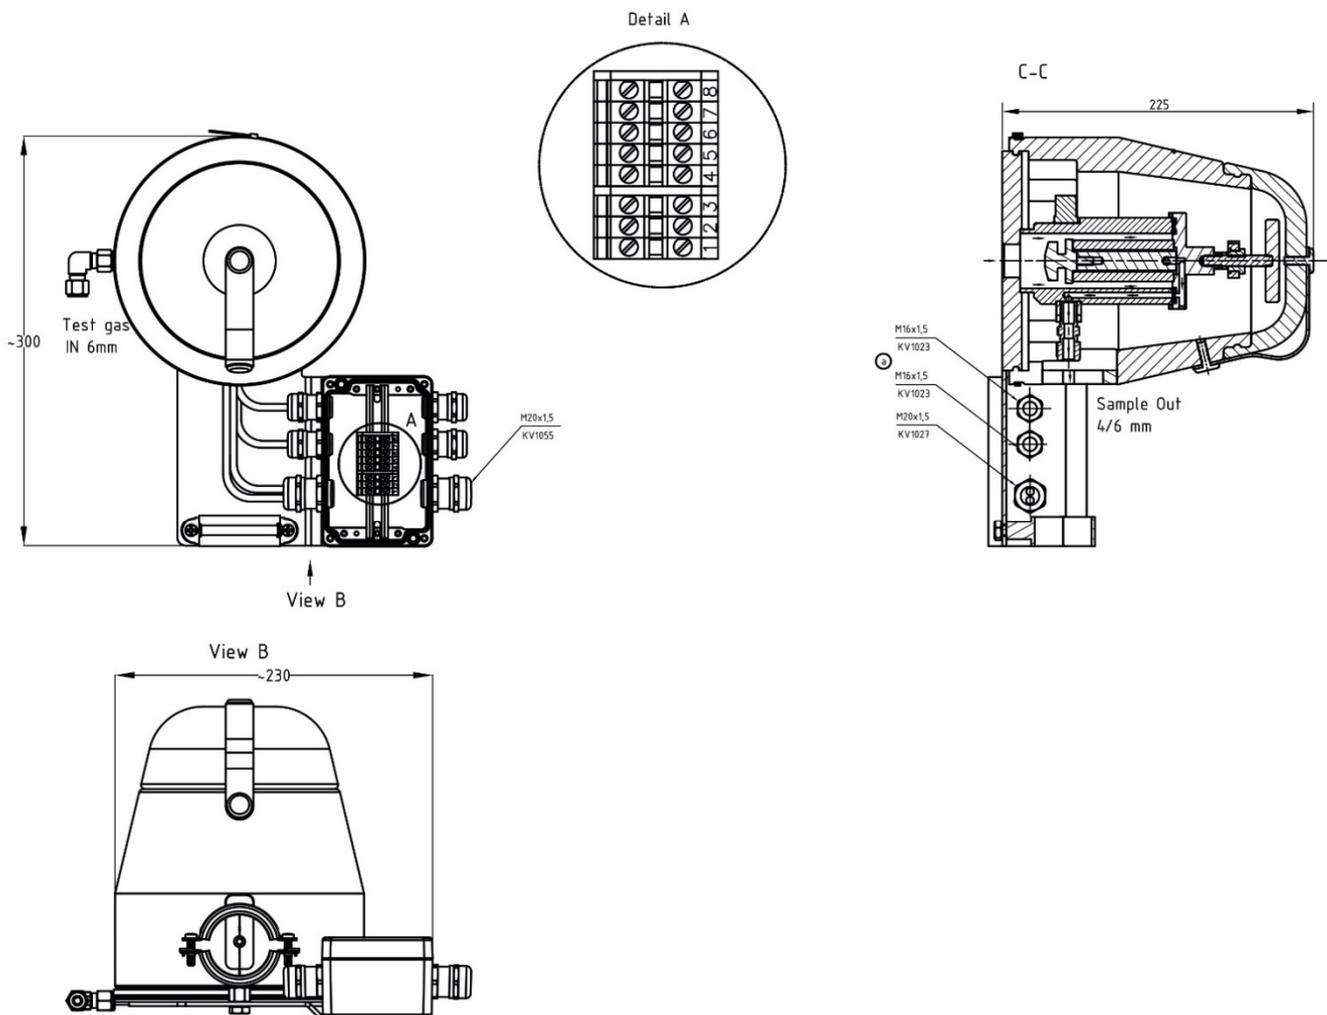

Abbildung 1 Abmessungen und Aufbau SP180-H-EX2/PT100 T*
- Für den Anschluss der Kalibriergasleitung steht eine Rohrverschraubung der Dimension $\varnothing 6 \times 1$ mm (DN 4/6) zur Verfügung (siehe Abb. 1).